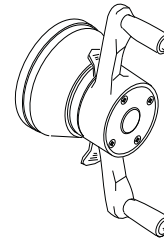

Figure 16
4. Serrer l'écrou rapide avec les deux mains. Pour utiliser l'écrou rapide, tirer le levier de verrouillage - déverrouillage (Figure 16). Glisser l'écrou rapide sur l'arbre fileté. Quand il est en contact avec la jante, relâcher le levier de déverrouillage et serrer fermement. Pour aider à centrer correctement la roue, tourner la roue sur l'arbre tout en serrant l'écran rapide.